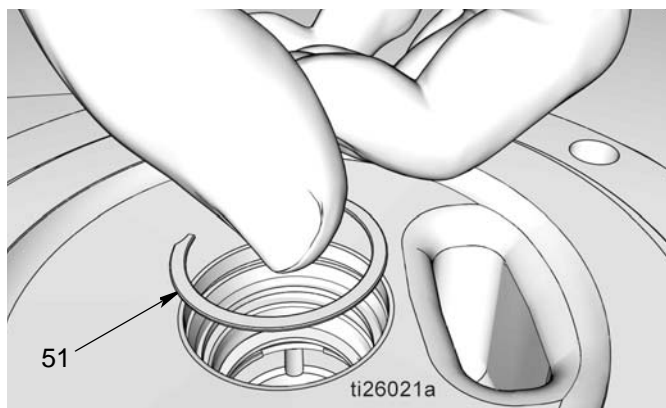

Рис. 34
- f. Установите поддерживающий зажим (51) (Рис. 34). Вы должны услышать "щелчок", если поддерживающий зажим правильно посажен в пазу.